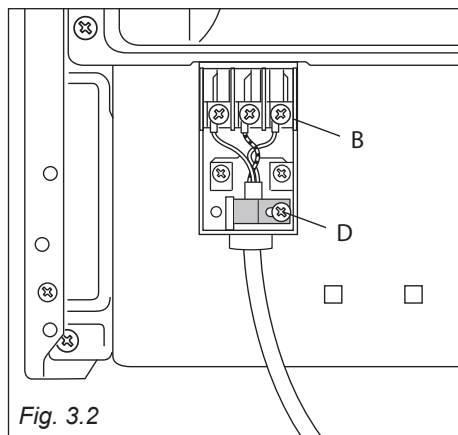

Fig. 3.2
- Placez le câble d'alimentation à travers du collier de serrage "D" (fig. 3.2).